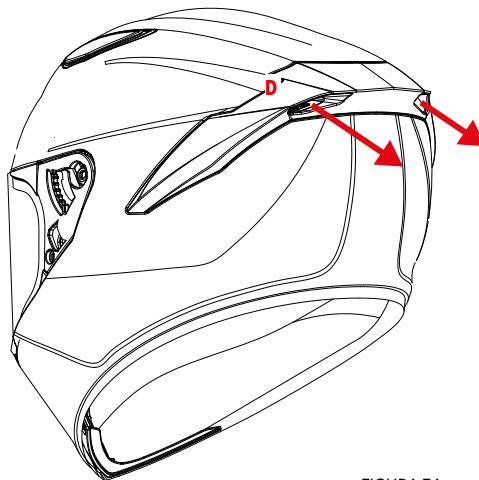

FIGURA 7A
**ESTRAZIONE PRESA D'ARIA POSTERIORE – D – Figura 7A**